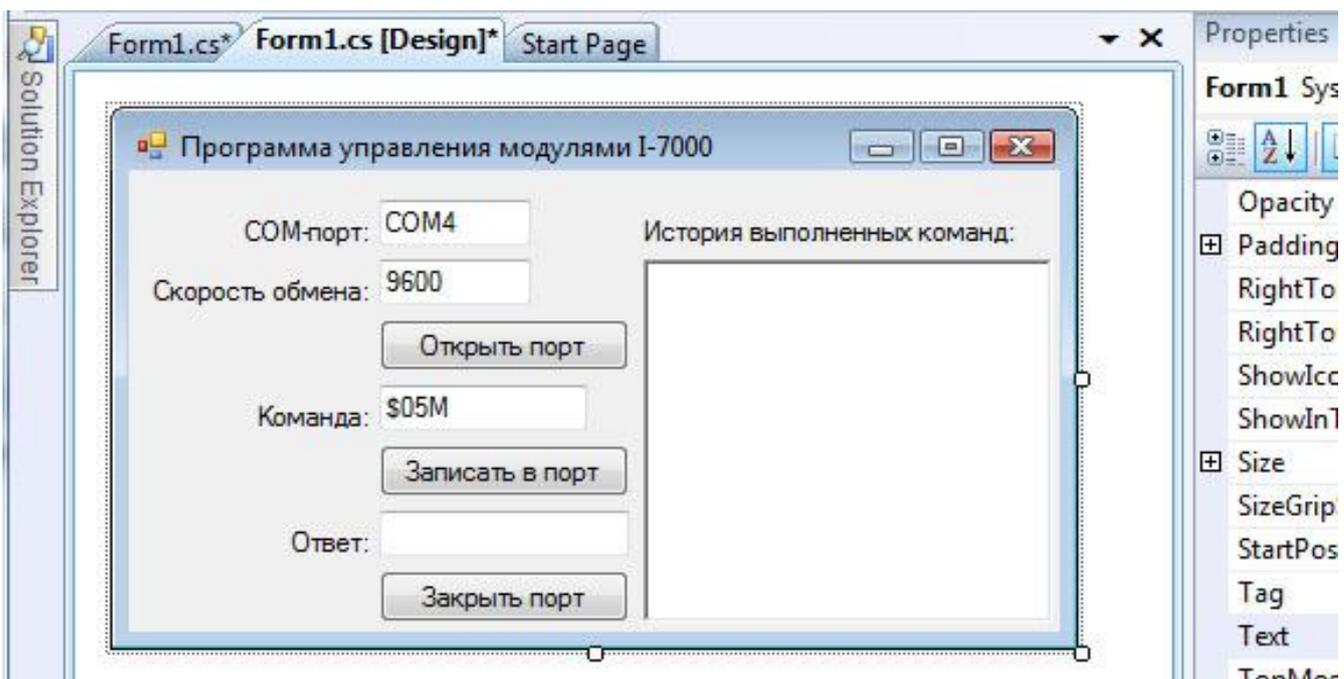

Рис. 90. Экранная форма приложения
2. Измените внешний вид экранной формы приложения (Form1), описанной в модуле «Form1.cs» так, как показано на рис. 90.